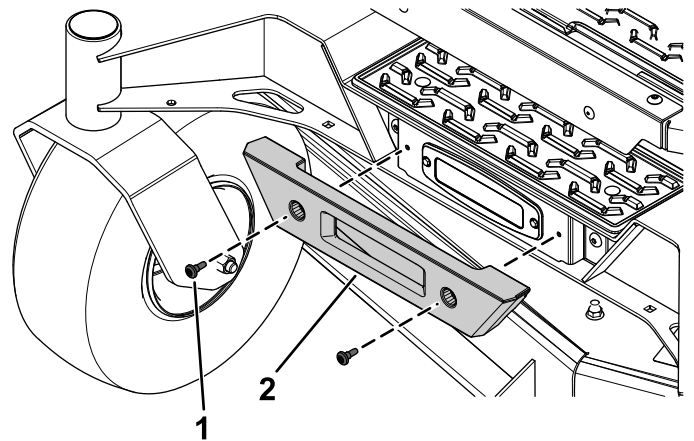

Figura 3
2. Fissate il paraurti anteriore utilizzando le 2 viti torx rimosse in precedenza (Figura 3).